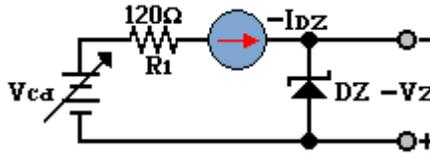

Figura 2.4
- Arme el circuito de la figura 2.4, repita el procedimiento del punto 5 y 6 y proceda a llenar la tabla 2.4. Cuide de desconectar el osciloscopio del circuito cuando se tome la lectura de I_{DZ} .